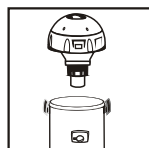

FIGURA 1
2. Retirar o balde e abastecer com produto de limpeza e água (Figura 1), o volume máximo depende do modelo adquirido. No caso da extratora A262, abasteça o tanque externo com a solução detergente. Ver instruções de uso no rótulo do produto;
- 1.1 Acoplar o cabeçote ao tanque (Figura 1).